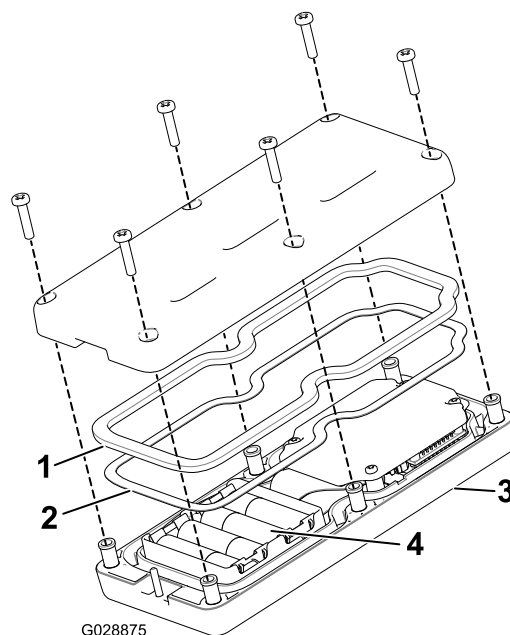

Figura 12
2. Inserte cada batería en su alojamiento teniendo en cuenta la polaridad correcta. (Si las pilas se instalan de forma incorrecta, la unidad no resultará dañada, pero no funcionará.) El alojamiento lleva marcas de polaridad para cada terminal grabadas en relieve (Figura 12).
3. Asegúrese de que el obturador de acero y la junta de goma se encuentran en el lugar adecuado del control remoto y coloque de nuevo la tapa trasera (Figura 12).
- Ajuste la tapa con 6 tornillos (Figura 12) y apriételos a 1,5–1,7 N·m.